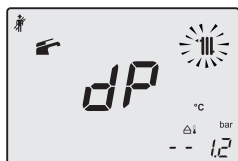

Figura 9.24
- Premendo ulteriormente il tasto 19 è possibile variare nuovamente la potenza in modalità spazzacamino: con visualizzazione sul display LCD delle lettere **dP** che si alternano con il valore di temperatura dell'acqua di riscaldamento (es.60), siamo in "funzione spazzacamino" alla potenza massima in sanitario" (Figura 9.24).